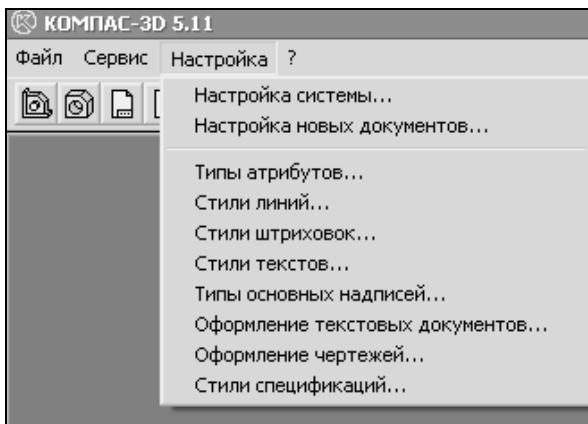

Рис. 2.5. Выпадающее меню пункта **Настройка**
- щелкните ЛК мыши по пункту **Настройка** (рис. 2.5). Вы видите, что он содержит команды для настройки системы в целом.